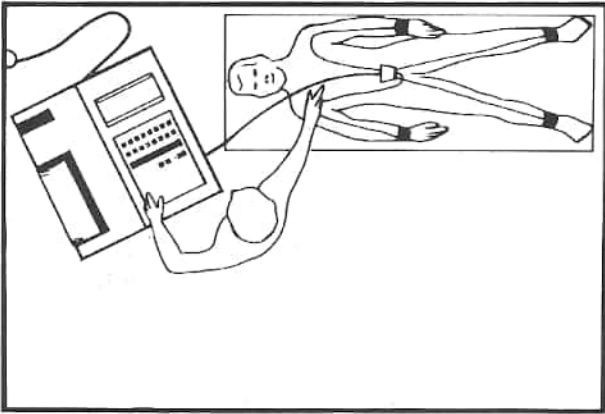

Bild 3-1
- * Eine zweckmäßige Anordnung von Patientenliege und Gerät zeigt Bild 3-1. Der Patient wird nicht irritiert und liegt in Blickfeld und Reichweite des Bedienenden. Patientenleitung und Geräteanschußleitung verlaufen **nicht** parallel, worauf zu achten ist.